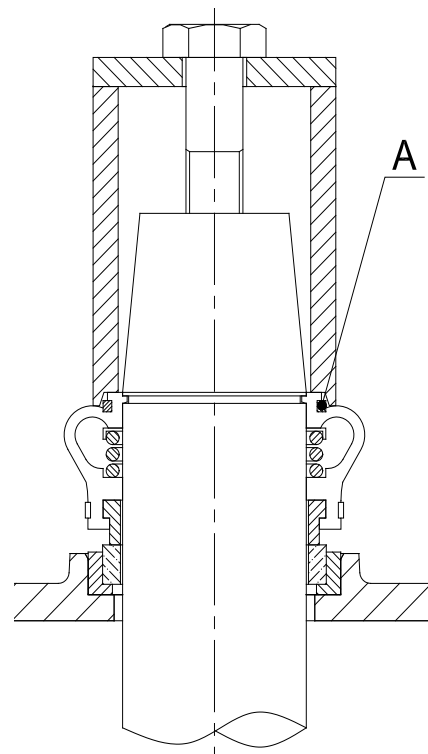

Fig. 19.- Instalación del sello tipo M
**ADVERTENCIA:** Las caras del sello son muy frágiles y pueden dañarse fácilmente si no se le aplica una presión uniforme durante la instalación. Sugerimos colocar el sello con un tubo de PVC o acero preparado para este fin, tal como se muestra en la Fig. 19.